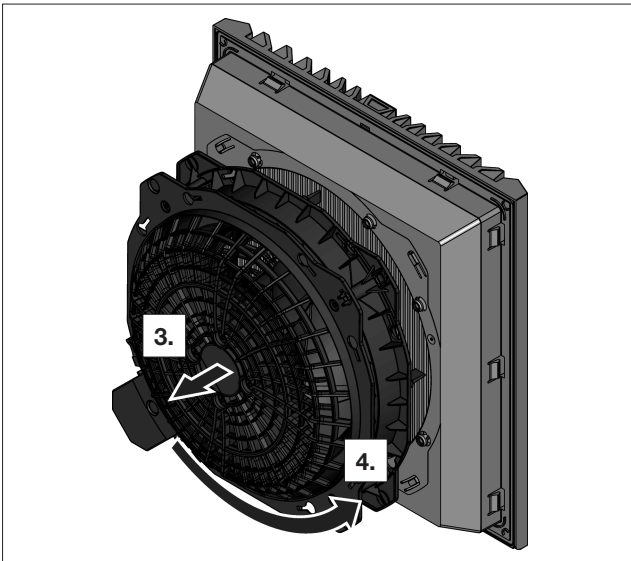

Fig. 16 : rotation du bloc moteur du ventilateur
- Pivoter le bloc moteur du ventilateur de 90°, 180° ou 270° afin que le raccordement électrique se trouve à la position souhaitée (voir fig. 16).